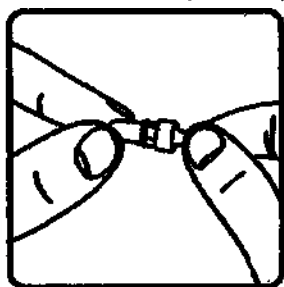

Рис.45.
3. Наденьте на разъем удлинителя катетера заглушку (Рис.45). Будьте осторожны, не погните соединительную иглу